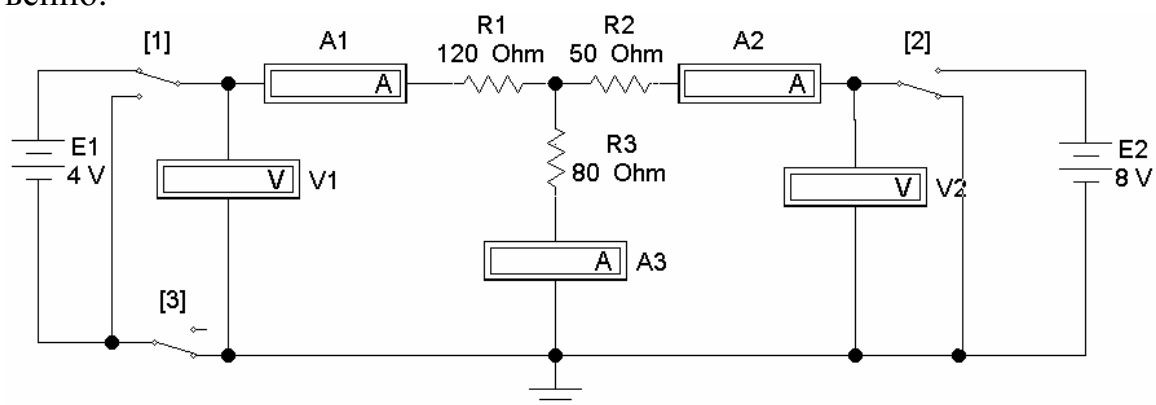

Рис. 1.1
В работе используется двухконтурная схема, показанная на рис. 1.1. Значения ЭДС источников постоянного напряжения и сопротивлений в исходной схеме задаются согласно табл. 1.1 (номер варианта указывает преподаватель). В процессе работы значение  $E_1$  придется изменить в соответствии с программой.
5. В чем сущность принципа наложения и как его проверить на примере цепи рис.1.1?